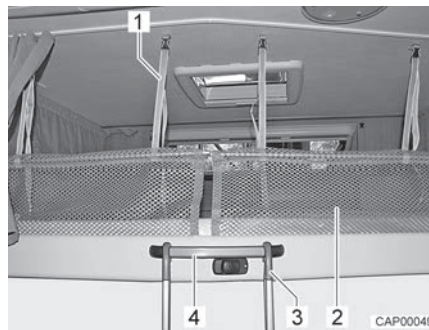

Bild 76 Stege och skyddsnät
- Haka fast stegen (Bild 76,3) med båda byglarna i handtaget (Bild 76,4) på den höjbara sängen.
Skyddsnäten (Bild 76,2) med fästremmarna befinner sig under madrassen. Skyddsnäten ska först monteras när personerna som ska sova där befinner sig på den höjbara sängen.
- Haka fast fästremmarna (Bild 76,1) i hållarna i taket.